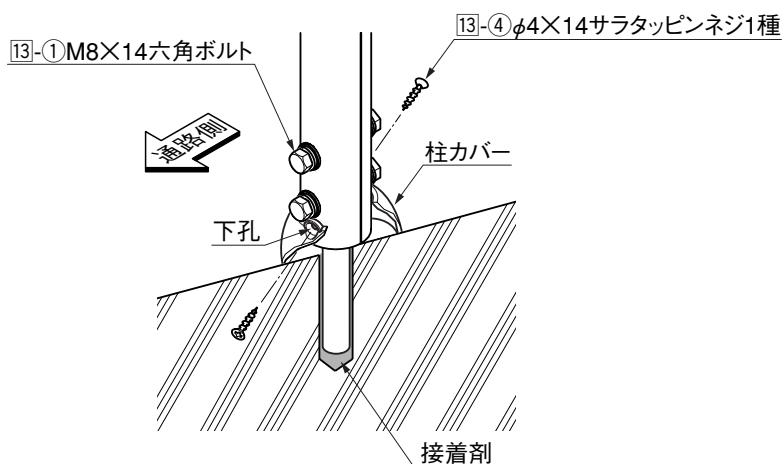

図3-6
- 傾斜角度に柱カバーをあわせて柱にφ3.5の下孔をあけ、13-④で柱に取付けてください。(図3-6参照)